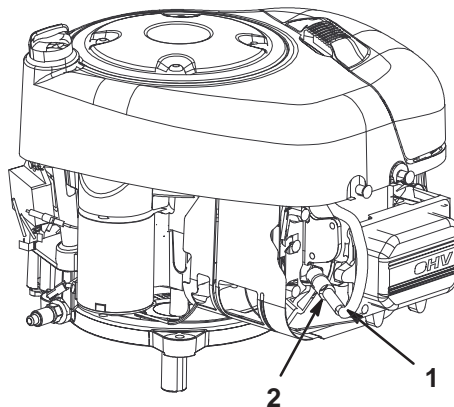

Bild 23
6. Fassen Sie über dem linken Hinterrad unter das Chassis und ziehen Sie das Kabel von der Zündkerze ab (Bild 23).
3. Stecken Sie den Zündkerzenstecker wieder auf die Zündkerze auf (Bild 23).